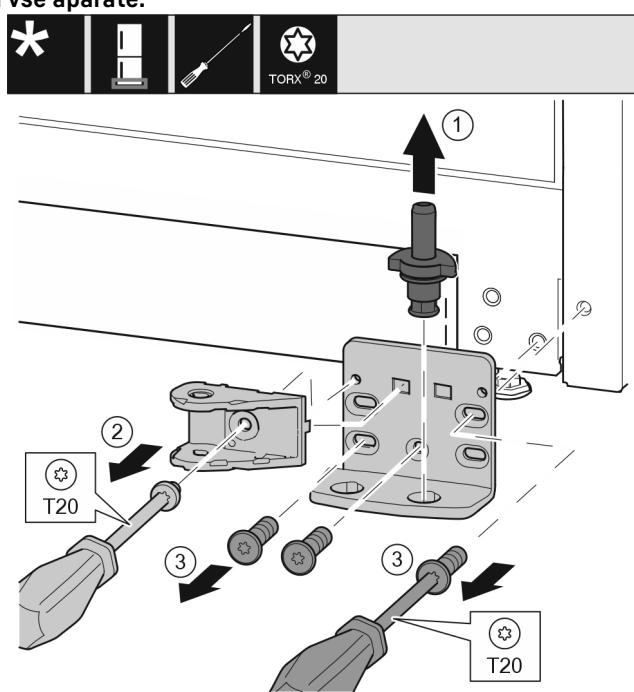

Fig. 34 \*
- ▶ Ležajni sornik v celoti izvlecite navzgor. Fig. 34 (1)\*
- ▶ Vijk odvijte z izvijačem T20 in snemite spoj blažilnika za zapiranje vrat. Fig. 34 (2)
- ▶ Vijake odvijte z izvijačem T20 in snemite ležajni podstavek. Fig. 34 (3)\*